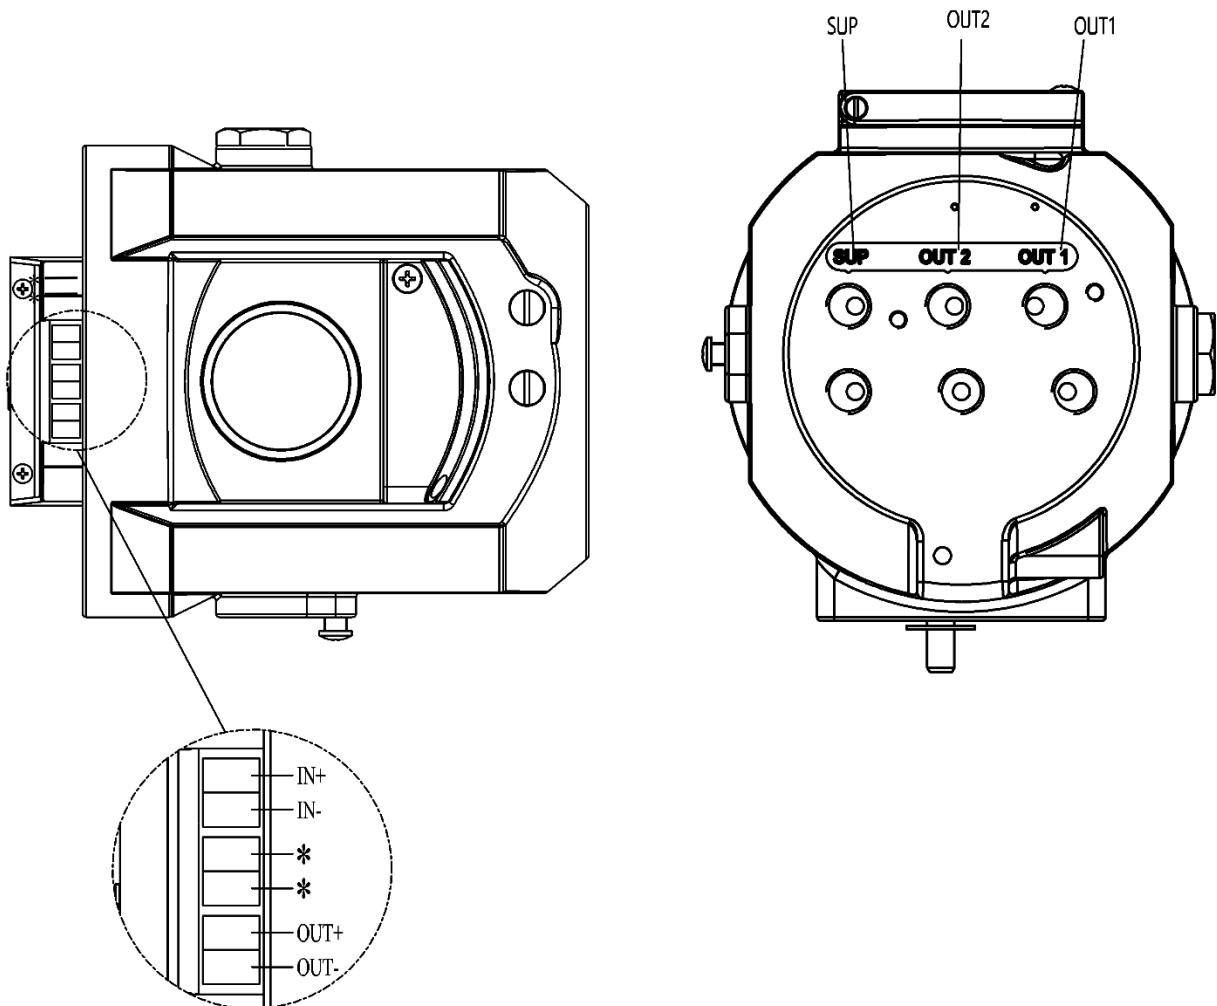

图1. 接口说明
- 如果输入信号的空载电压在 11-15V 之间，为避免输入信号衰减，需要将定位器设置成低阻抗模式。将图 1 所示的 2 个 * 标记的未定义电气接口通过 1 根导线相互连接，使定位器处于低阻抗模式。